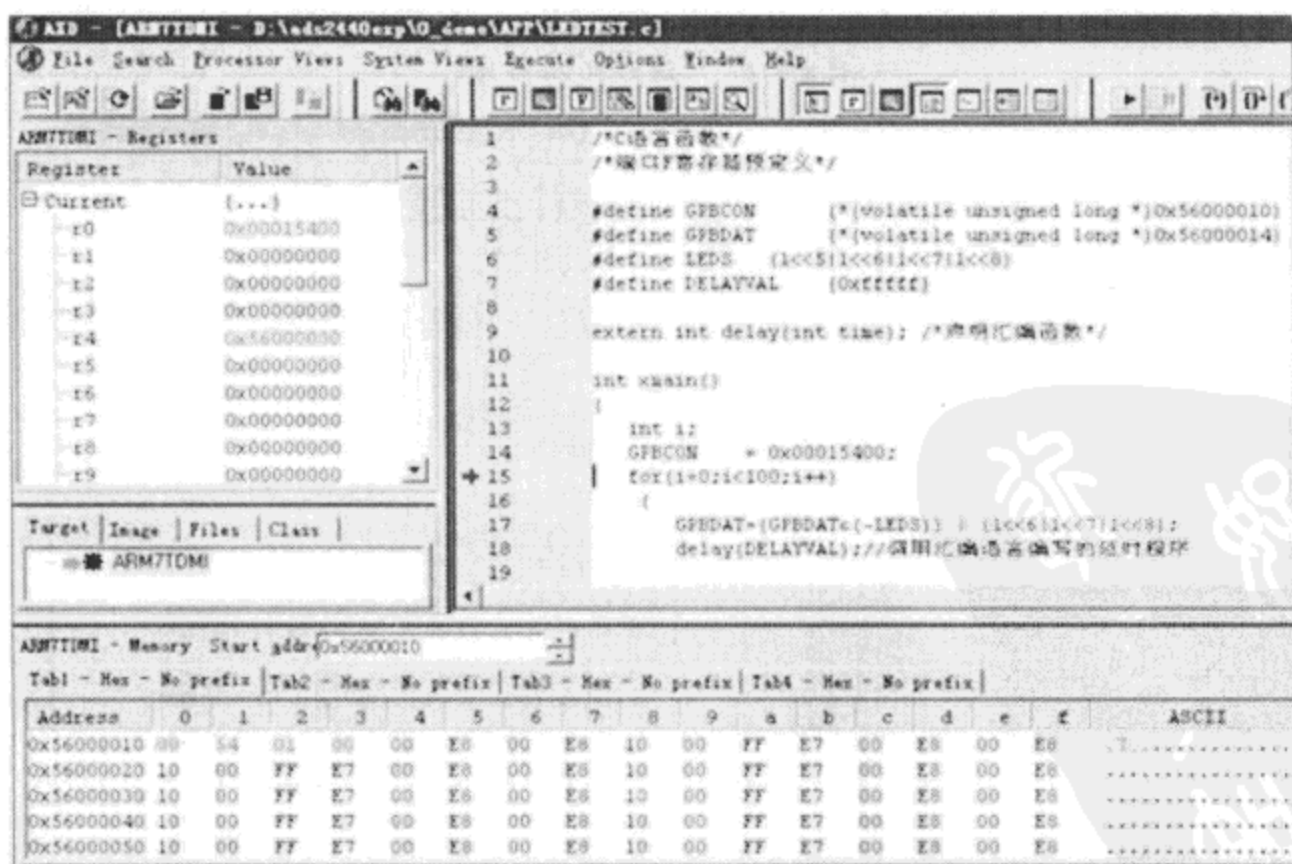

图 1-30 查看内存变化
(8) 在 Memory Start addr 处输入 0x56000010,再按一次 F8,可以看到内存 0x56000010 处的值变为了 0x00015400,如图 1-30 所示。